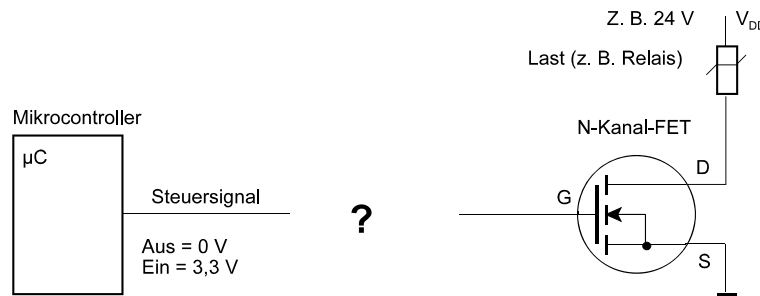

Abb. 3
5. Abb. 3 zeigt einen Mikrocontroller, der einen N-Kanal-FET ansteuern soll.
6. Zeichnen Sie in Abb. 3 eine Freilaufdiode für das Relais ein.